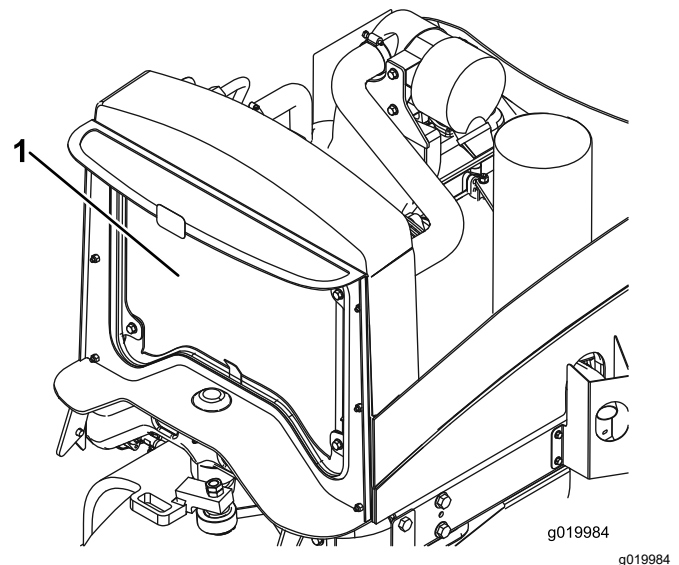

Bild 58
4. Reinigen Sie beide Seiten des Kühlers gründlich mit Druckluft (Bild 58).